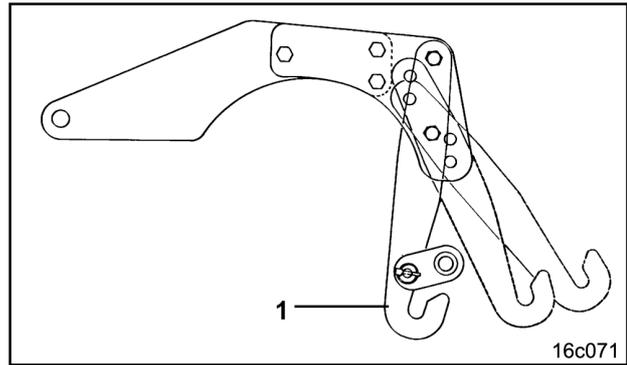
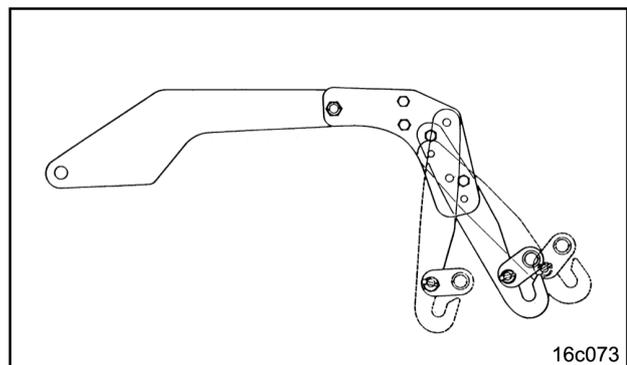

Fig. 94
Fig. 95
Fanghaken (Fig. 94/1) so anschrauben, dass die nachlaufende Sämaschine möglichst dicht hinter der Walze befestigt werden kann. Dabei sind folgende Einstellungen möglich:
Einstellmöglichkeiten für Kombinationen mit Stützwalzen, Zahnpackerwalzen PW 500 oder Keilringwalzen KW 450 (siehe Fig. 94)
Einstellmöglichkeiten für Kombinationen mit Zahnpackerwalzen PW 600, Reifenpackerwalzen RP oder Keilringwalzen KW 580 (siehe Fig. 95).
**Die Abbildungen (Fig. 94 und Fig. 95) zeigen nicht alle Einstellmöglichkeiten.**
**In jedem Fall ist darauf zu achten, dass jeder Fanghaken (Fig. 94/1) mit mindestens zwei Skt.-Schrauben an den Einstellblechen befestigt wird.**